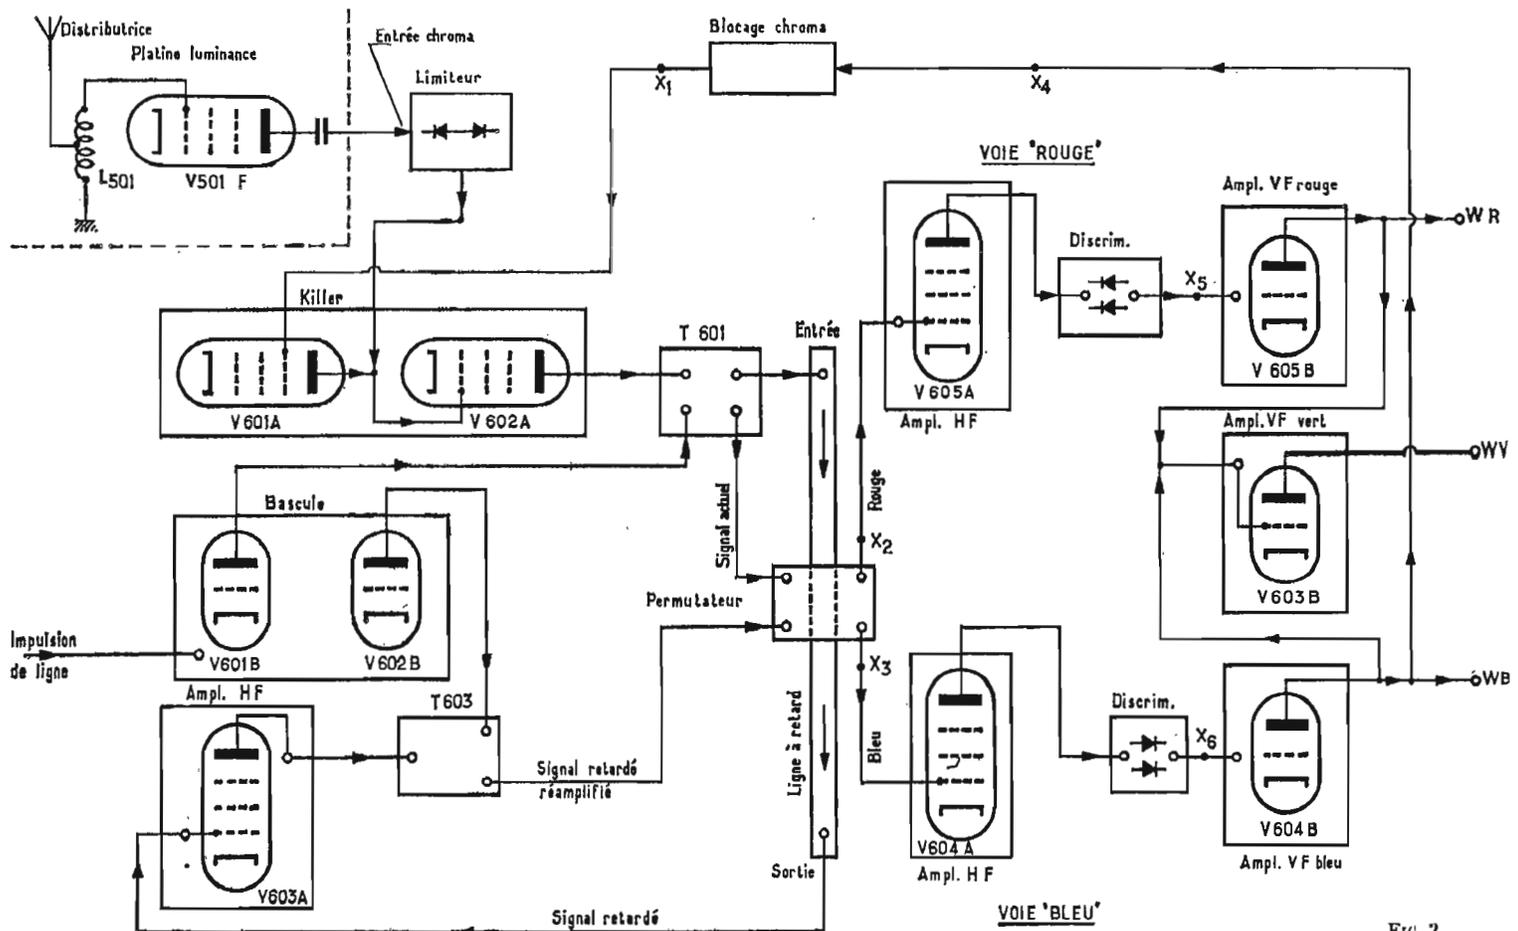
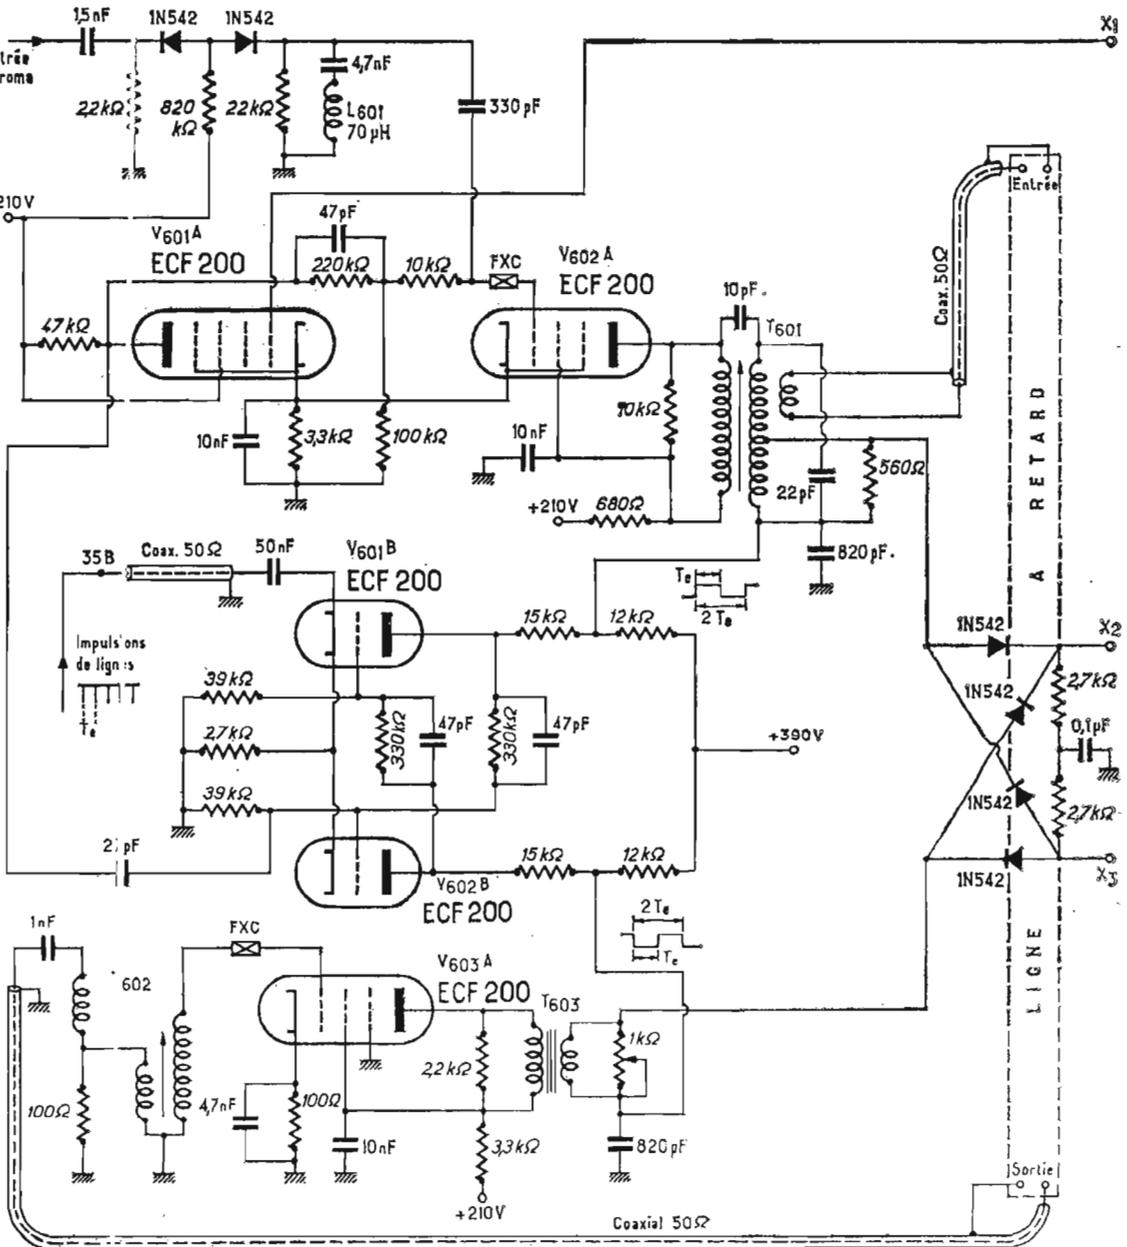

FIG. 2
FIG. 3
La première lampe du circuit de chrominance a été indiquée : il s'agit de la lampe V501F (voir figures 2 et 3 de notre précédent article), précédée du bobinage L501 qui ne laisse passer que les signaux HF de chrominance à modulation de fréquence avec $f_{cr} = 4,280 \text{ MHz}$, comme on vient de l'expliquer au début du présent article.
Ce montage est représenté par les schémas des figures 3, 4 et 5 qui se raccordent aux points X1 à X6. Les éléments essentiels du montage de chrominance sont indiqués d'une manière simplifiée sur le diagramme fonctionnel de la figure 2. Une explication sommaire de la constitution et du fonctionnement de l'ensemble chrominance peut être donnée en examinant ce diagramme.
Voici maintenant une analyse des divers circuits de l'ensemble chrominance, figures 3, 4 et 5.
1. — Nos maquettes ont été construites sur des plaques de bakélite conformément à la disposition indiquée sur la figure 3 page 77 (n° 1093) ; les divers composants ont été reliés entre eux en câblage conventionnel, c'est-à-dire avec des fils.
Enfin, il est également conseillé de placer le transformateur TR3 perpendiculairement aux deux autres (fig. 3, page 77).